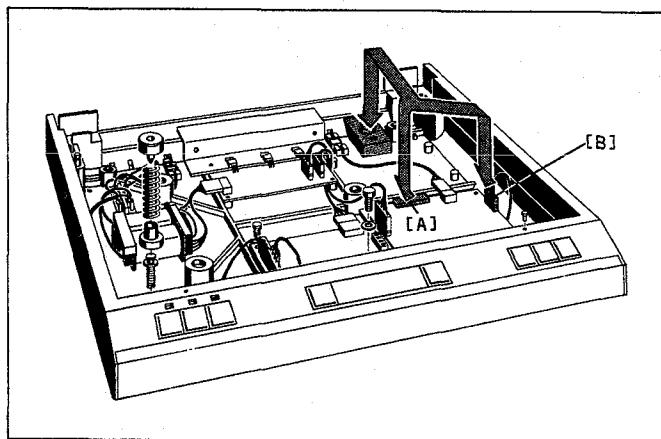

Fig.3.3
- La plus grande des deux platines (1.179.183.12) du faisceau de câbles doit être brochée dans le raccord CIS 20 pôles de l'ARM ELECTRONIC PCB 1.179.190/250 (voir fig. 3.3 et 3.4, pos. A). La fiche qui se trouvait précédemment en cet endroit doit être enfichée dans la prise de la platine 1.179.183.12.